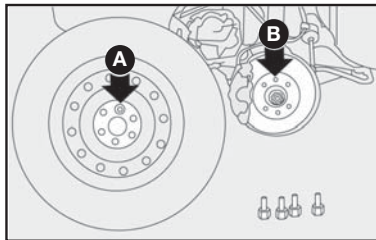

fig. 5
6) montar a roda sobressalente, encaixando os furos **A**-fig. 5 com os respectivos pinos **B**.